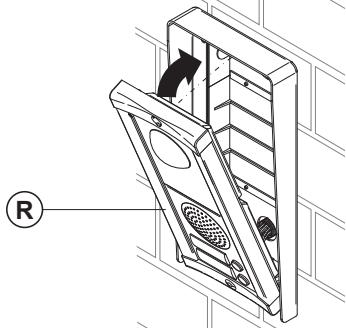
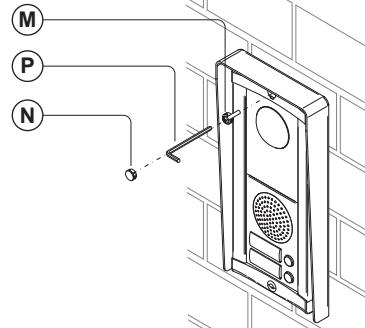

Fig. 10
Fig. 11
11. Tourner le support (R) (**Fig. 10**) vers le haut et le fixer au boîtier encastrable avec la vis (M) (**Fig. 11**) en utilisant une clé six-pans mâle (P) (**Fig. 11**) ;
12. Couvrir la vis de fermeture avec le bouchon en plastique (N) (**Fig. 11**) fourni.